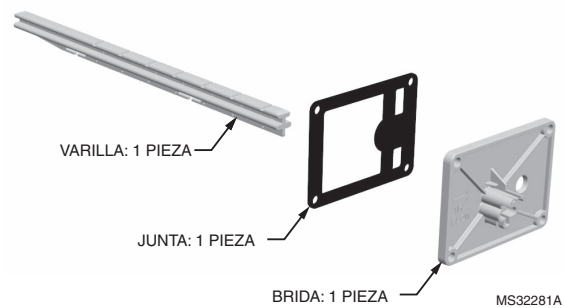

Fig. 2. Kit de montaje en conducto (pieza n.º 50053060-001).
El kit incluye una varilla para sujetar el sensor en el conducto, una brida para asegurar la varilla del sensor en la pared del conducto y rellenar el orificio, y una junta para evitar que el aire se escape a través de la pared del conducto. Cada ensamble de bolsa tiene cinco (5) kits. Vea la Fig. 2.